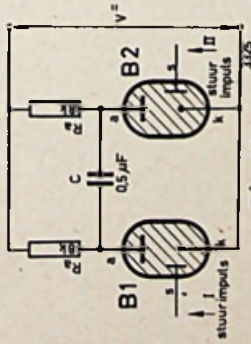

Fig. 17
- Elesta, Technische Mitteilungen, november 1958, o.a. voor de schakelingen uit fig. 17, 18 en 19.
keling, uitgevoerd met gasgevulde trodes, is gegeven in fig. 17. Is bijv. B2 geleidend en B1 niet geleidend, dan zal tengevolge van het toevoeren van stuurimpuls I B1 geleidend worden gemaakt.